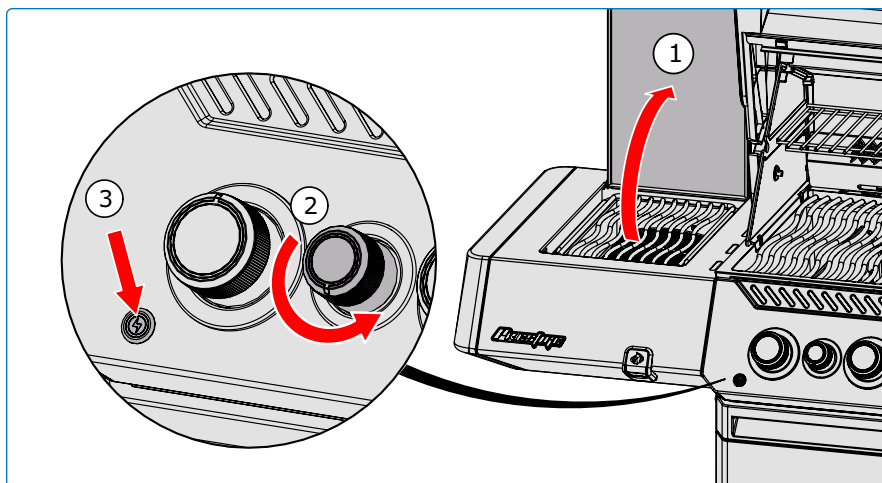

Fig. 7
4. Si le brûleur ne s'allume pas dans les 5 secondes, tournez le bouton de commande du brûleur dans le sens horaire jusqu'à la position ARRÊT. Attendez 5 minutes. Répétez les étapes 2 et 3. (**Fig. 7**).